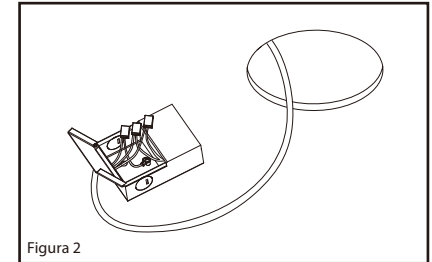

Figura 2
2. Abra la tapa de la caja de conexiones. Empuje y quite uno de los agujeros ciegos en el panel lateral de la caja del embutir. (Figura 2)
3. Inserte el cable de alimentación a través del agujero ciego y sujételo con un alivio de tensión (no incluido). (Figura 2)
4. Conecte el cable de puesta a tierra al cable verdoso en la caja de conexiones. Conecte los cables de alimentación en el techo a los cables blanco y negro en la caja de conexiones (negro sobre negro, etc.). (Figura 2)
5. Vuelva a colocar todos los cables y conexiones en caja de embutir y cierre la tapa de forma segura. (Figura 2)